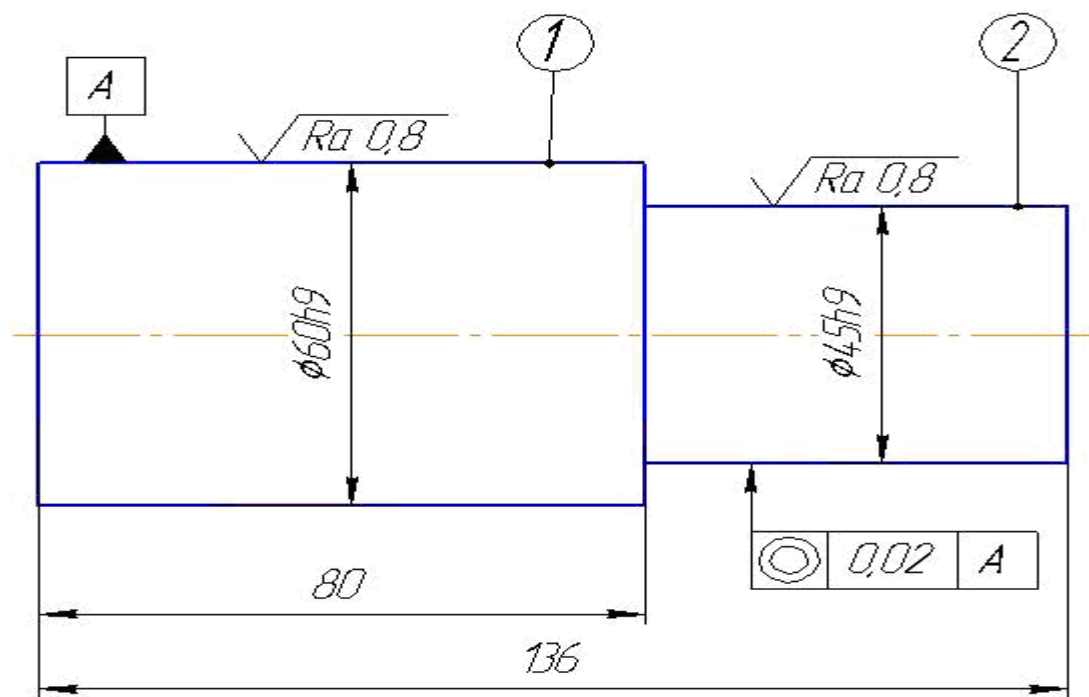

Рисунок 1
4. Качество обработки поверхности 1 (рис.1) задано...
8. Выбрать способ обработки вала (рис.1) при одновременном шлифовании НЦП Ø45h9 мм и Ø60h9 мм
11. Назначить способ получения заготовки для вала (рис.1), если она изготавливается в условиях единичного производства из стали 45
16. Выбрать правильный маршрут обработки вала (рис.1) в условиях серийного производства: